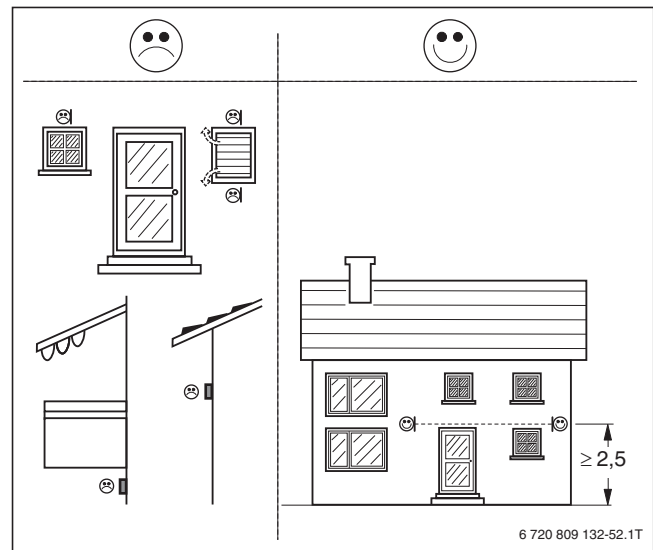

Рис. 94 Размещение датчика наружной температуры (размеры в м)
- Под навесами, балконами или под крышей (→ рис. 94)